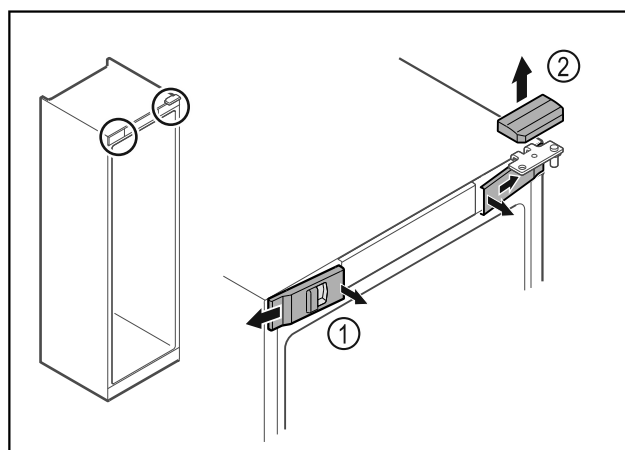

Fig. 16
- Décrocher les caches avant *Fig. 16 (1)* du côté intérieur et les retirer vers l'extérieur.
- Retirer le cache supérieur *Fig. 16 (2)* vers le haut.